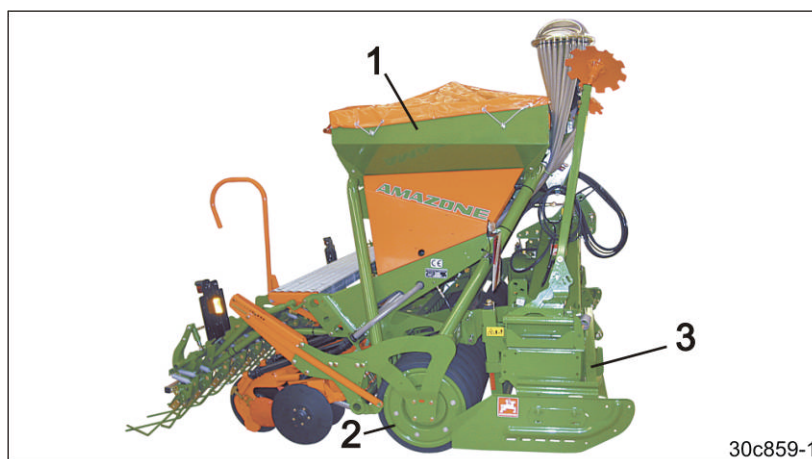

Рис. 7
- насадная сеялка (Рис. 7/1);
- каток с клиновидными дисками (Рис. 7/2) или зубчатый уплотняющий каток.
- роторный культиватор (Рис. 7/3) или ротационная борона;